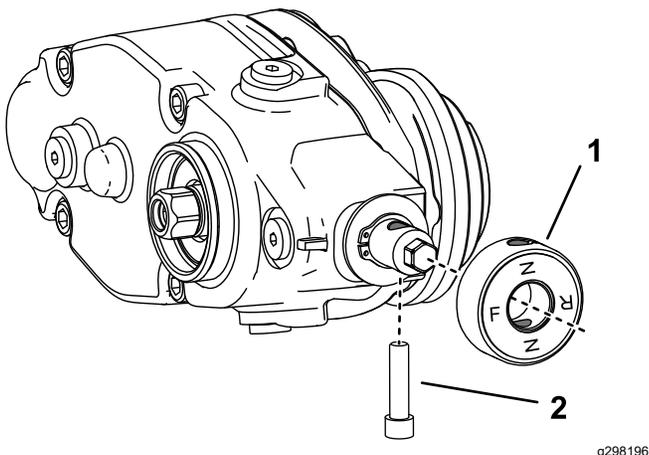

Figura 13
7. Se vai instalar o rastelo do lado esquerdo da máquina, efetue o seguinte (Figura 13):